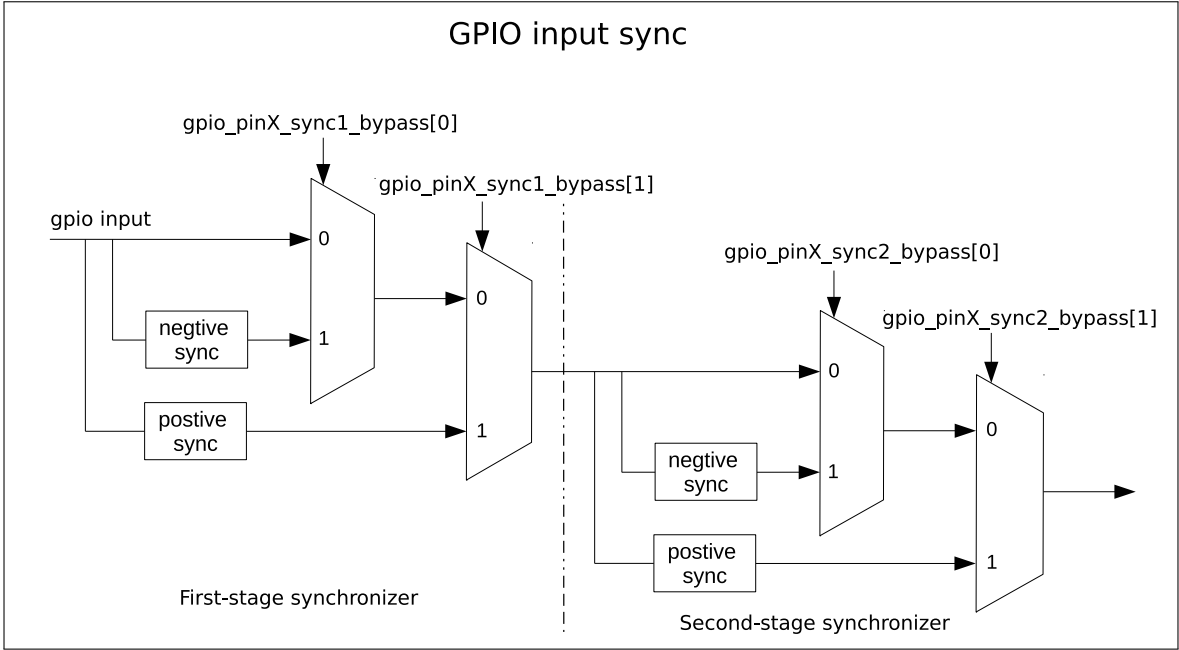

图 5-2. GPIO 输入经 clock 上升沿或下降沿同步
GPIO SYNC 模块的功能如图 5-2 所示。其中，negative sync 为 GPIO input 经过 APB clock 的下降沿同步，positive sync 为 GPIO input 经过 APB clock 上升沿同步。
- 如图 5-2 所示，配置 `GPIO_PIN x _SYNC1_BYPASS` 使能输入信号第一拍为上升沿或者下降沿同步。
- 如图 5-2 所示，配置 `GPIO_PIN x _SYNC2_BYPASS` 使能输入信号第二拍为上升沿或者下降沿同步。